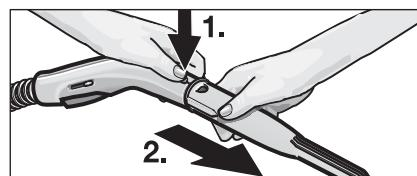

Fig. 2: Separazione degli accessori
• Per separare gli accessori premere il pulsante di sblocco (B3) e dividere le parti (si veda fig. 2).